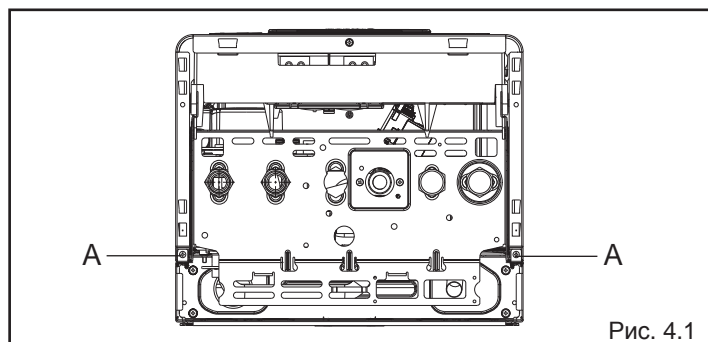

Рис. 4.1
- Отвинтите крепежные винты А (рис. 4.1) и снимите облицовку